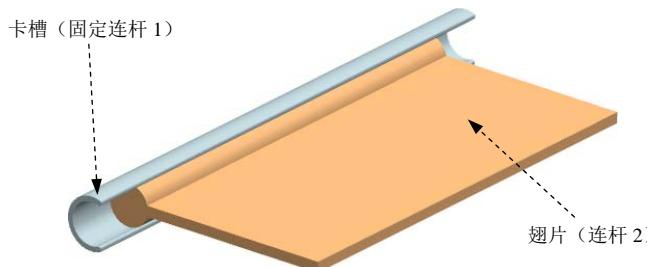

图 7.3.42 机构模型
下面举例说明使用波形扫掠驱动的应用。在图 7.3.42 所示的机构中，模拟翅片在卡槽内的振动，采用正方形波形定义的AFU表格驱动旋转副的角度。
Step5. 定义固定连杆1。选择下拉菜单**插入(I)** → **链接(L)...**命令，系统弹出“连杆”对话框；选取图 7.3.42 所示的卡槽为固定连杆1；在**质量属性选项**下拉列表中选择**自动**选项；在**设置**区域中选中 **固定连杆**复选框；在**名称**文本框中采用默认的连杆名称“L001”；单击**应用**按钮，完成固定连杆1的定义。
Step6. 定义连杆2。选取图 7.3.42 所示的翅片为连杆2；在**质量属性选项**下拉列表中选择**自动**